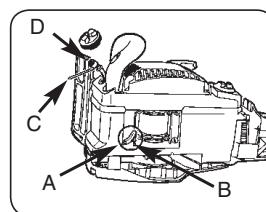

Abb. 16
- Ziehen Sie den Ölschlauch (A) aus der Pumpendichtung (B).
- Ziehen Sie den Ölfilter (D) aus dem Öltank, indem Sie einen gebogenen Draht mit einem Haken (C) verwenden. Entfernen Sie den Filter und den Schlauch.
- Schneiden Sie den Schlauch bis zur erforderlichen Länge ab und legen Sie ihn an der Dichtung der Ölpumpe (Abb. 16).